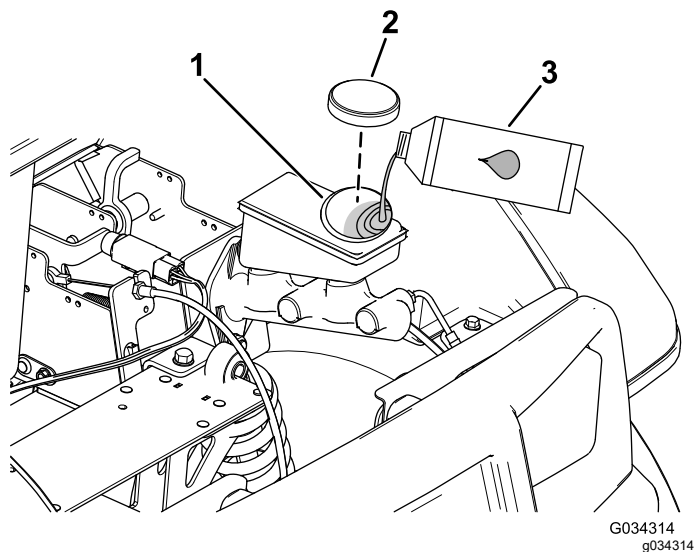

图 54
2. 抬起机罩可接触到主刹车油缸和油箱图 54。
- A. 清洁油箱盖附近的区域并取下油箱盖图 54。
- C. 安装油箱盖图 54。